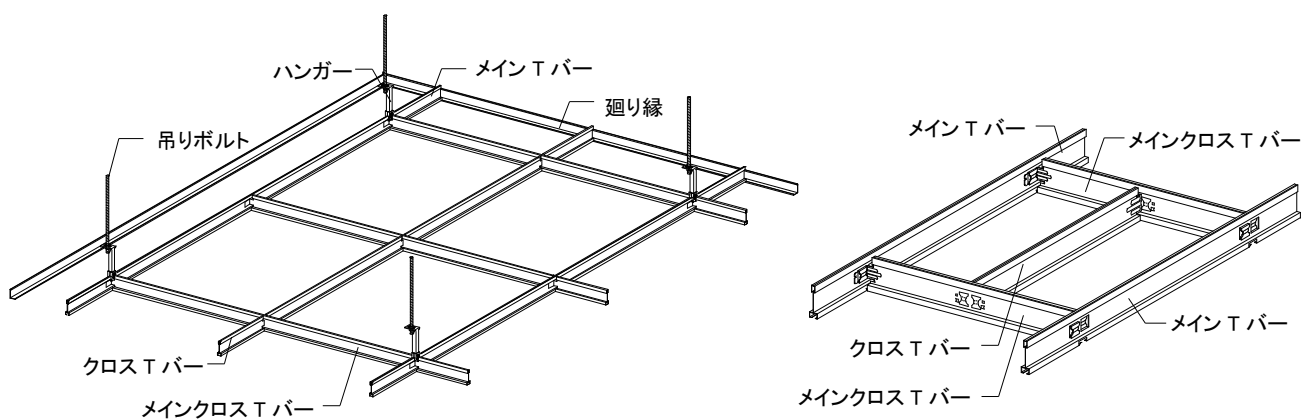

図2-4-4 Tバーの取付け④(クロスTバー設置)
⑤クロスTバーをメインクロスTバーにジョイントする。設置時は以下の点に留意すること。
- 1) メインクロスTバーのジョイント孔(メイン孔)にクロスTバー端部のジョイントツメをスライドさせて差し込む。(図2-4-4 参照)